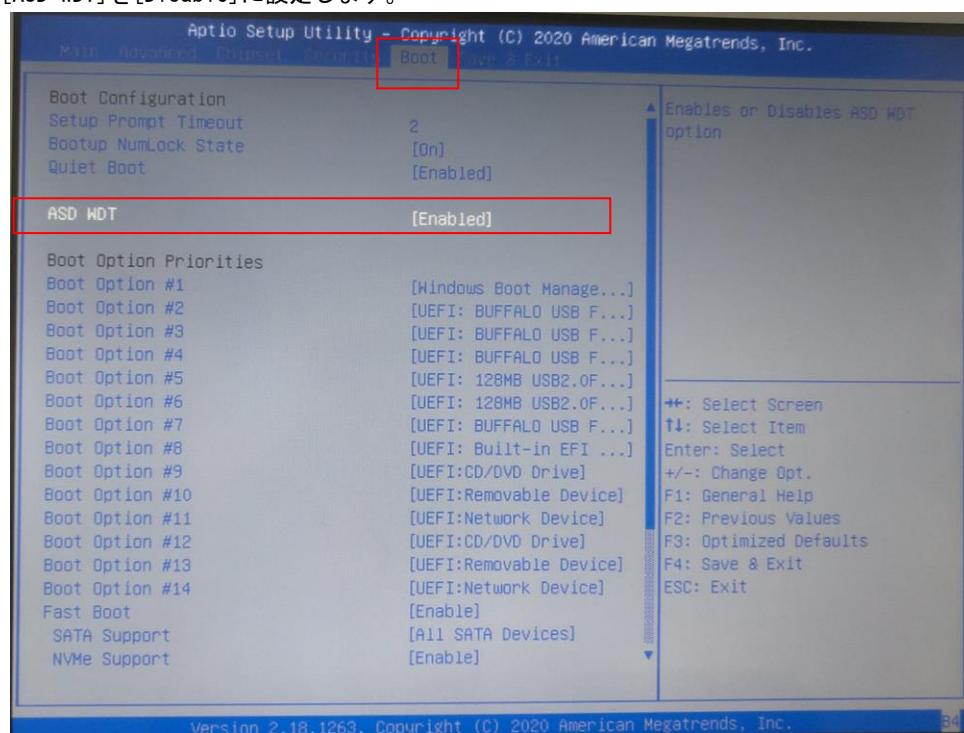

図 5-1-2-1. BIOS 設定画面 ASD WDT 設定
- ⑥ [Save & Exit]メニューを選択します。(図 5-1-2-2)
- ⑦ [Save Changes]を選択し、設定を保存します。
- ⑧ [Boot Override]からリカバリ USB を選択し[Enter]キーを押します。